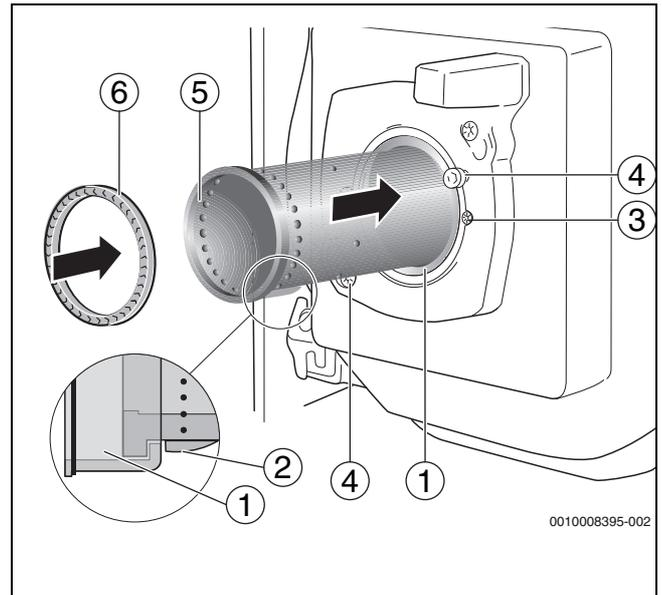

Bild 41 Brennerrohr austauschen
- ▶ Brennerrohr (→Bild 41, [5]) in das Stützrohr. Dazu das Brennerrohr über die Nase (→Bild 41, [2]) hinweg bis gegen den Anschlag des Stützrohrs führen. Die Nase des Brennerrohrs muss dabei nach unten zeigen und einrasten (→Bild 41, [Lupe]).
- ▶ Neue Dichtung (→Bild 41, [6]) einsetzen.
- ▶ Vor dem Einbau des Brenners die Dichtung (→ Bild 41, [6]) zwischen Mischsystem und Brennerrohr prüfen.
- ▶ Dichtung (→ Bild 41, [6]) in das Brennerrohr einsetzen.
- ▶ Brenner auf die beiden Schrauben im Brennerflansch (→ Bild 41, Pfeile) aufsetzen.